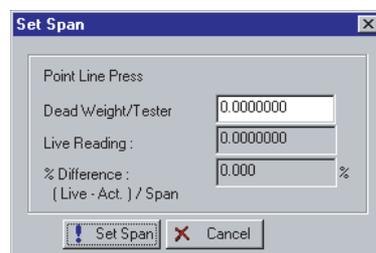

Figura 5-16. Set Span
12. Calibre o valor de span (100% da faixa) para a Pressão Diferencial (apenas orifício), Pressão Estática ou Temperatura. Preencha o campo **Dead Weight/Tester Value** (em unidades de engenharia). Isto deve corresponder à Contagem 100% e é o **valor superior** para a entrada (a extremidade superior da faixa operacional esperada). Consulte a Figura 5-16.